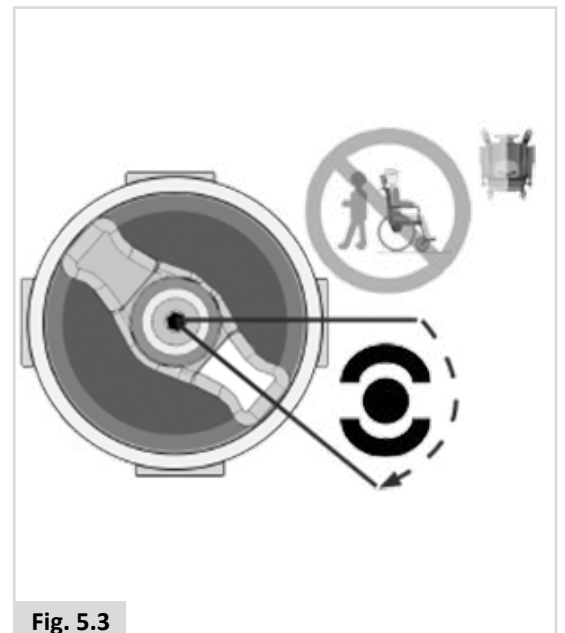
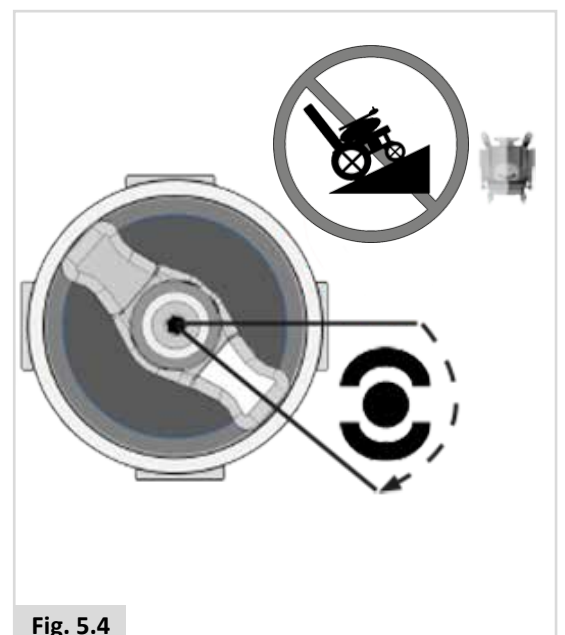

Fig. 5.3
Fig. 5.4
2. Om de motoren te ontkoppelen: (Fig. 5.3 - Fig. 5.4).